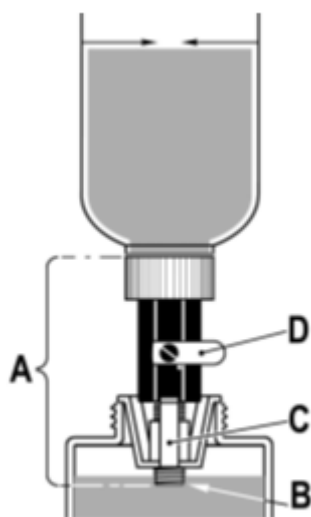

Рис. 1
3) Снимите колпачок в сборе (рис.1-А) с баллона для заправки и переверните его внутри горлышка резервуара, как показано на рис.1. Резьбовое выходное отверстие 'В' должно быть погружено в тормозную жидкость. Если это не так, поворачивайте трехлепестковый формовочный элемент "С" по часовой стрелке в направлении клапана "D" до тех пор, пока не резьба не станет достаточной длинны чтобы погрузить выпускное отверстие в тормозную жидкость.
4) Убедитесь, что клапан закрыт, как показано на рис.1-D.
6) Вставьте бутылку в горлышко бачка для тормозной жидкости автомобиля, как показано на рис.1. и откройте клапан. При прокачке тормозов уровень жидкости в бачке начнет падать, открывая выходное отверстие бутылки. Тормозная жидкость начнет вытекать из бутылки для пополнения. Как только уровень в резервуаре поднимется настолько, чтобы перекрыть выпускное отверстие, подача автоматически прекратится.